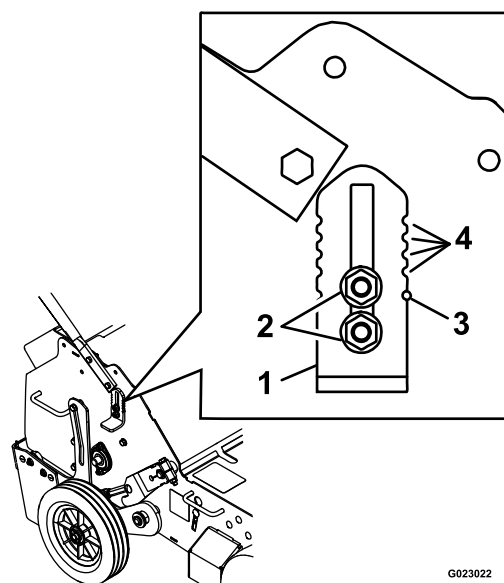

Рисунок 14
3. Ослабьте гайки крепления упора колеса на правой стороне машины (Рисунок 14).
- Повторите действия, описанные в пунктах 3–5, для упора колеса с левой стороны машины. Используйте визуальные контрольные выемки на упоре колеса и контрольные отверстия на раме, чтобы установить упоры колеса на одинаковую высоту для каждой стороны (см. Рисунок 14).